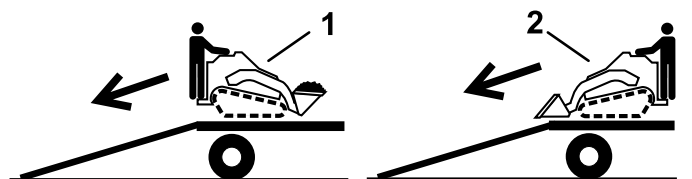

Figure 31
2. Descendez la machine de la remorque en gardant le côté le plus lourd en haut de la rampe et en maintenant la charge en bas (Figure 31).